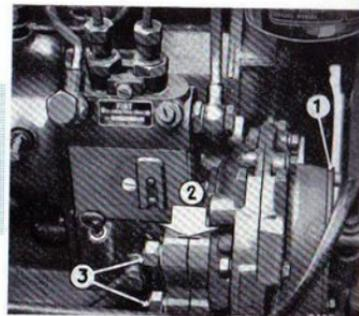

FIG. 35.
- Enlever le couvercle avant (1, fig. 35) ; à travers cette ouverture desserrer les 4 vis de fixation du manchon d'entraînement sur le pignon de commande (fig. 36) ;
— Pousser la bride de la pompe contre son siège et faire coïncider les repères gravés sur le bord des 2 flasques (2, fig. 35). Bloquer ensuite la pompe à l'aide des 4 écrous (3, fig. 35) ;